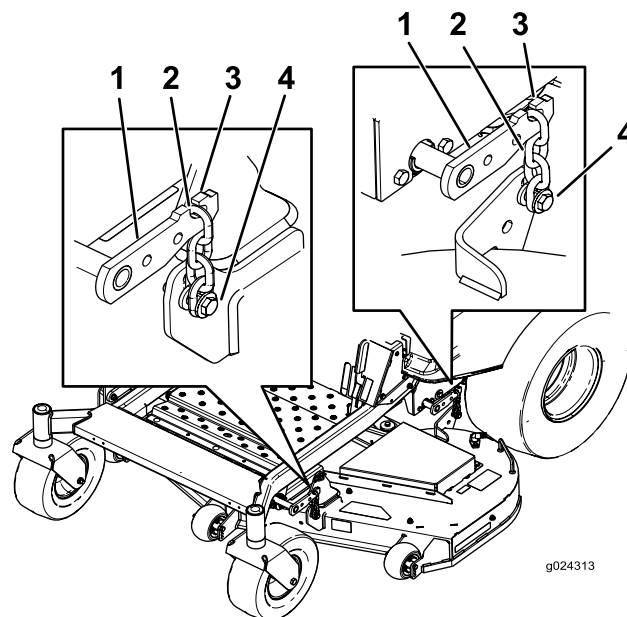

Figura 78
- Rimuovete le catene dai ganci sui bracci di sollevamento del piatto (Figura 78).
- Alzate la parte posteriore del piatto di taglio e attaccate le catene ai bracci di sollevamento posteriori (Figura 78).
- Attaccate le catene anteriori ai bracci di sollevamento anteriori (Figura 78).